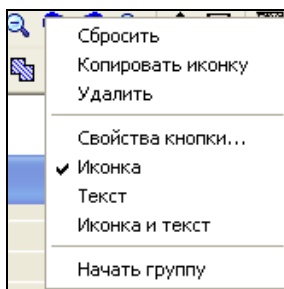

Рис. 25.3. Контекстное меню панели инструментов
- ◆ щелкните ПК мыши. Появится контекстное меню (рис. 25.3). Оно позволяет осуществить дополнительную настройку: изменить название команды, ее пиктограмму и т. д.;